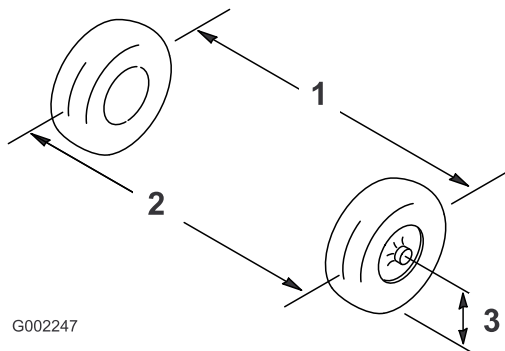

Рисунок 64
2. Измерьте расстояние между обеими передними шинами на высоте моста, с передней и задней стороны передних шин (**Рисунок 64**).